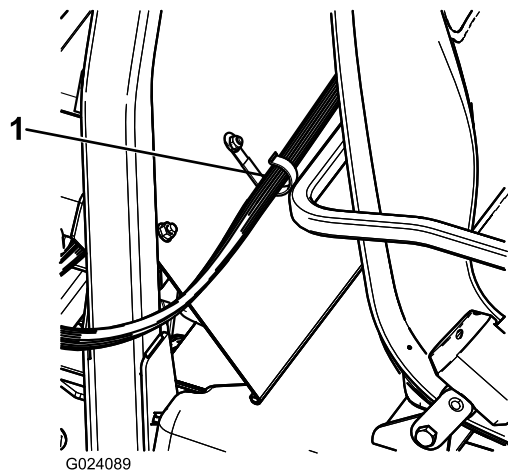

Figura 21
2. Instale una abrazadera en J detrás del asiento del pasajero usando un perno ($\frac{1}{4}$ " x $\frac{1}{2}$ ") y una contratuerca con arandela prensada ($\frac{1}{4}$ ") (Figura 21).
3. Sujete el arnés de la consola de control a la consola y a la cubierta del ROPS con las abrazaderas en J (Figura 21).